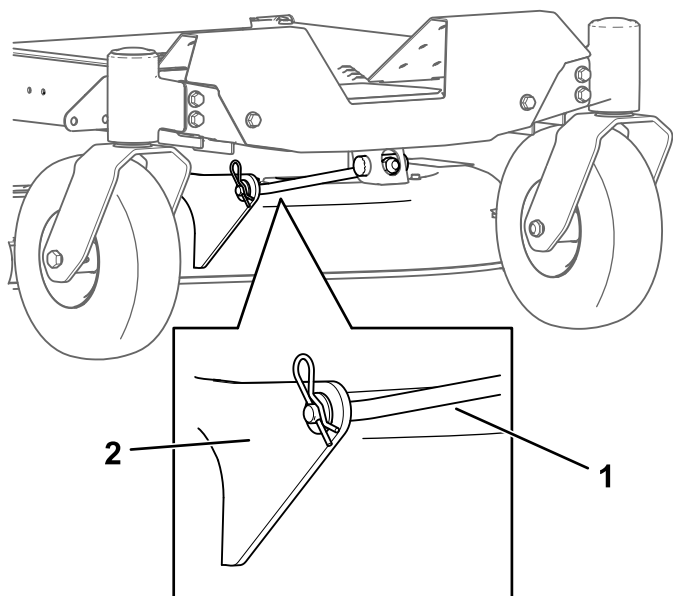

Figure 70
4. Retirez la goupille fendue de la tige de support avant et déposez la tige du support de tablier (Figure 70).
8. Fixez la tige de support avant au tablier de coupe à l'aide de l'axe de chape et de la goupille fendue (Figure 70).